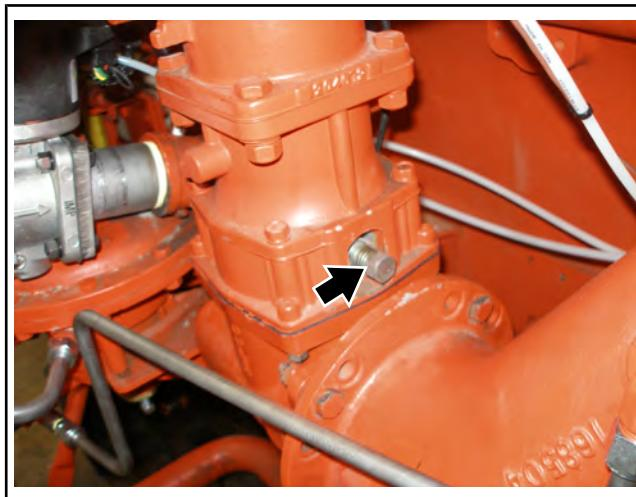

Рисунок 12.00-1: Регулировочные винты карбюратора
1. При отключенном двигателе вворачивайте оба регулировочных винта карбюратора до положения полного закрывания. Отверните регулировочные винты карбюратора на 5 полных оборотов (см. Рисунок 12.00-1).